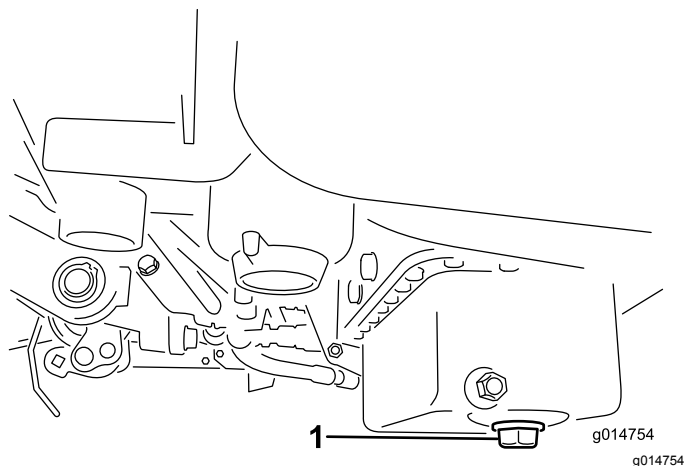

Рисунок 28
1. Снимите сливную пробку и дайте маслу вытечь в сливной поддон. Когда масло перестанет течь, установите сливную пробку на место (Рисунок 28).